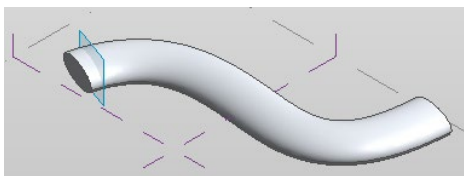

图 2-5 打开图形
(1) 单击“快速访问”工具栏中的“打开”按钮, 打开放样 .rfa 图形，如图 2-5 所示。